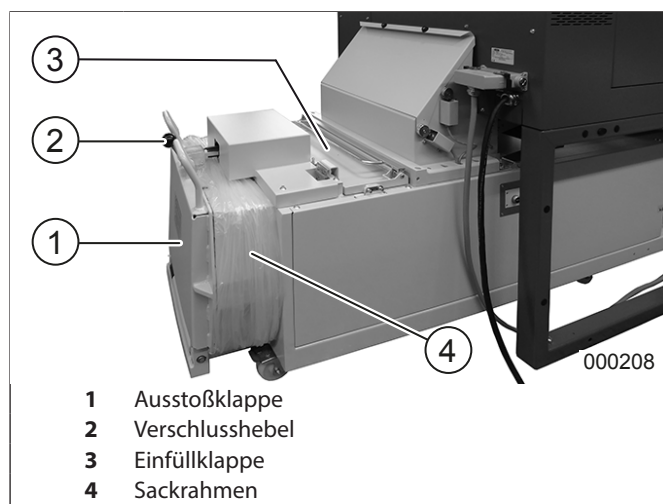

Abb. 17 Öffnen der Ausstoßklappe
Die Ausstoßklappe (Abb. 17/1) kann geöffnet werden. Dies wird notwendig, wenn der Verdichter einen auszustoßenden Ballen gepresst hält.
1. Einfüllklappe (Abb. 17/3) öffnen.
6. Einfüllklappe (Abb. 17/3) schließen.
Öffnen der Ausstoßklappe (Abb. 17/1):
1. Drucktaster „Öffnen Ausstoßklappe“ (Abb. 12/2) betätigen. Zur Druckentlastung an der Ausstoßklappe fährt der Press-Stempel ein kleines Stück zurück und der Verschlusshebel (Abb. 17/2) ein kleines Stück nach vorne.
1. Einfüllklappe (Abb. 17/3) schließen.
2. Ausstoßklappe (Abb. 17/1) öffnen.
4. Sack vom Sackrahmen (Abb. 17/4) abziehen.
5. Ausstoßklappe (Abb. 17/1) und falls ein Einsatz des Shredders gewünscht wird, auch die Einfüllklappe (Abb. 17/3) schließen.